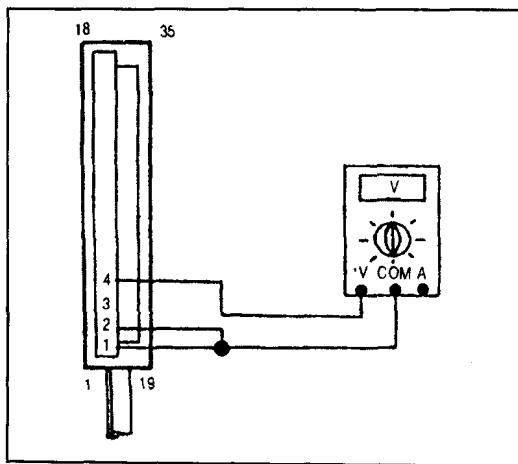

图 2-2 检查 ECM 电源
(1) 关闭点火开关后, 拆下 ECM 的连接器, 在 ECM4 号端子上连接万用表的正极(+)，而其负极连接在 ECM1 号端子和 2 号端子上。这时电压表应指示蓄电池电压, 如图 2-2 所示。
(2) 如果没有蓄电池电压, 应检查一下熔断丝 F_6 号(15A)是否断路。如果没有断路, 再检查从蓄电池 30 号端子到 ECM4 号端子连接线是否正常。